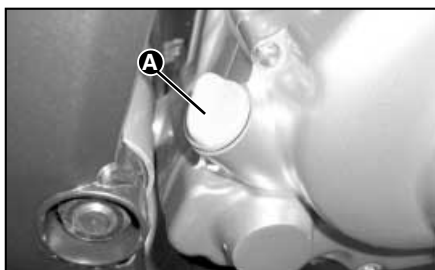

Fig. 1
4. Afloje el tapón / varilla "A" del orificio de aprovisionamiento del aceite (Fig. 1)
4. Dévissez le bouchon / jauge "A" du trou de remplissage de l'huile (Fig. 1)
4. Svitare il tappo / asta "A" dell'orifizio di rifornimento dell'olio (Fig. 1)
4. Loosen the tap / rod "A" of the refilling oil hole (Fig. 1)
4. Lockern Sie den Verschlussdeckel / Pegelstab "A" des Einfülllochs (Abb. 1)
3. Dévisser le bouchon / jauge "A" (Fig. 1) du trou de remplissage de l'huile.
3. Loosen the tap / dipstick "A" (Fig. 1) from the hole of refilling oil.
3. Afloje el tapón / varilla "A" (Fig. 1) del orificio de aprovisionamiento del aceite.
9. Apriete el tapón / varilla "A" (Fig. 1) luego, ponga en marcha el motor haciéndolo funcionar en ralentí durante 2 ó 3 minutos.
9. Visser le bouchon / jauge "A" (Fig. 1) puis, mettez en marche le moteur en le faisant fonctionner au ralenti 2 à 3 minutes.
3. Svitare il tappo / asta "A" (Fig. 1) dell'orifizio di rifornimento dell'olio.
9. Stringere il tappo / asta "A" (Fig. 1) successivamente, avviare il motore facendolo funzionare al minimo durante 2 o 3 minuti.
9. Tighten the tap / dipstick "A" (Fig. 1), then start the engine letting it idle for at least 2 or 3 minutes.
3. Lockern Sie den Verschlussdeckel / Pegelstab "A" (Abb. 1) des Einfülllochs.
9. Nachdem Sie den Verschlussdeckel / Pegelstab "A" (Abb. 1) befestigt haben, starten Sie den Motor und lassen Sie ihn im Leerlauf während 2 bis 3 Minuten laufen.
- Quite el capuchón "A" (Fig. 1) del cable A.T. de la bujía "B".
- Quittez le capuchon "A" (Fig. 1) du câble A.T. de la bougie "B".